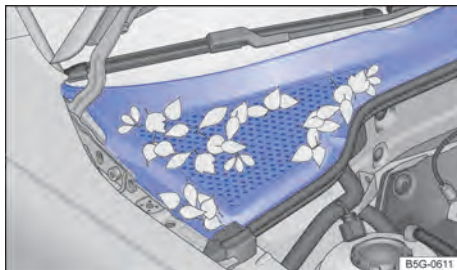

Fig. 206 Entre o compartimento do motor e o para-brisa: caixa de água (representação esquemática).
- A caixa coletora de água está localizada no compartimento do motor, entre o para-brisa e o motor e sob uma cobertura perfurada → Fig. 206. O ar ambiente é sugado da caixa coletora de água para o interior do veículo por meio do sistema de aquecimento e ventilação ou do ar-condicionado.